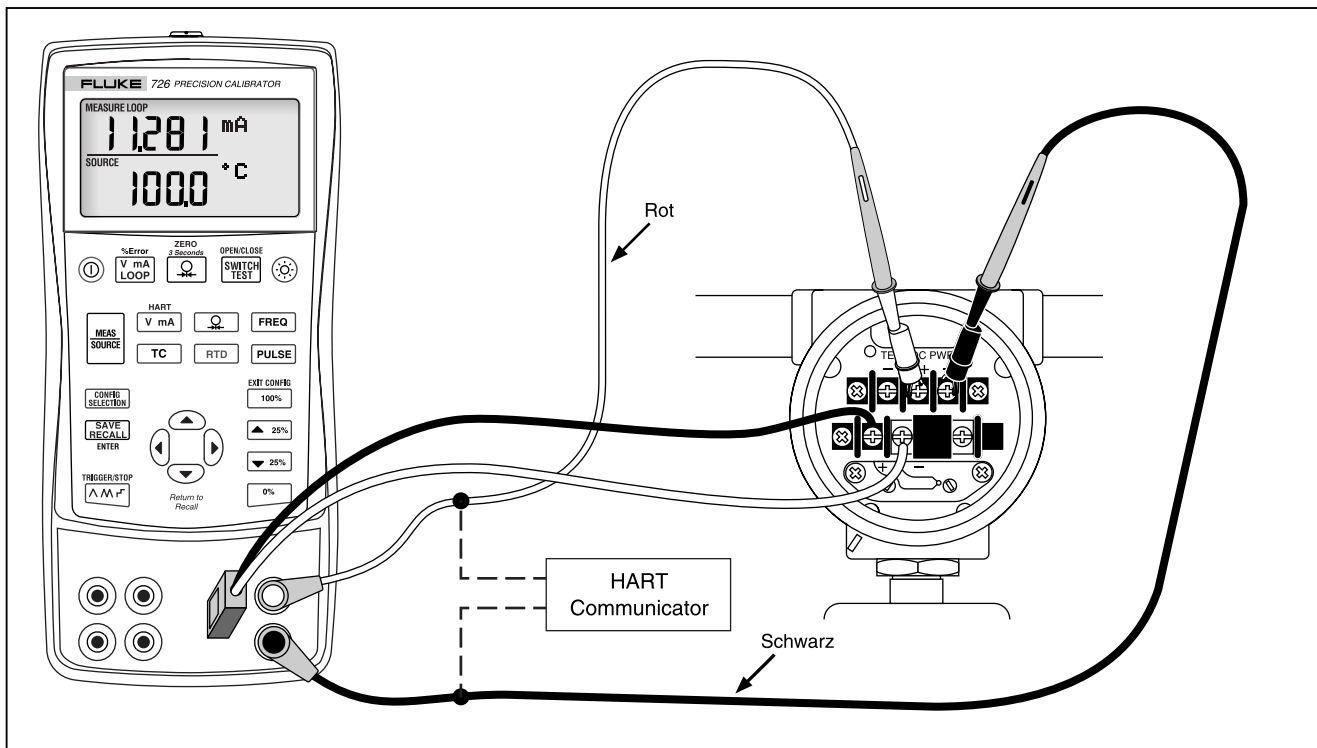

Abbildung 20. Kalibrieren eines Thermoelementtransmitters
1. Den Kalibrator gemäß Abbildung 20 mit dem zu testenden Instrument verbinden.